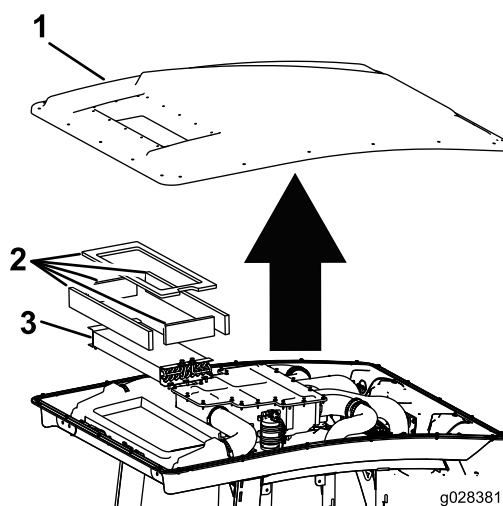

Figure 55
3. Déposez le toit de la cabine en retirant les 22 boulons de fixation du toit (Figure 55).
4. Déposez les filtres à air (Figure 55).
5. Déposez et nettoyez les serpentins de climatisation (Figure 55).